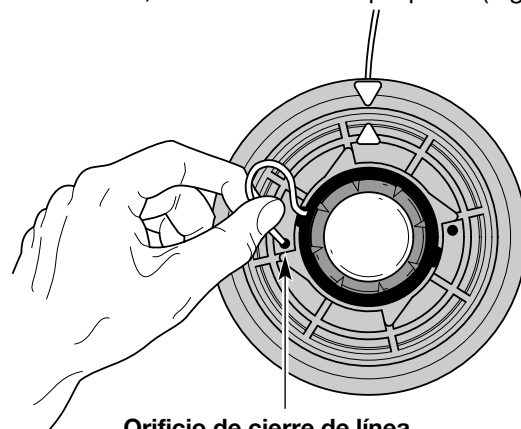

Fig. 16
5. Inserte la línea en el orificio de cierre (Fig. 16). No empuje la línea más de 1/2 pulgada (12.7 mm) dentro del orificio de cierre. Cuando la línea está bien insertada, formará un bucle pequeño (Fig. 16).